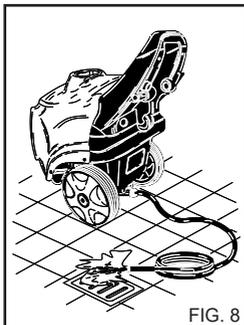

FIG. 8
**Um eventuelle Unreinheiten oder Wasserblasen im hydraulischen Zyklus zu eliminieren, sollte man zuerst den Hochdruckreiniger ohne Lanze anlaufen lassen und das Wasser ein paar Sekunden lang auslaufen lassen. Eventuelle Schmutzpartikel könnten die Düse verstopfen und daher ihr Funktionieren beeinträchtigen (Fig. 8).**
**BENUTZUNG DER REGULIERBAREN MULTIREG-DÜSE (Fig. 8).**